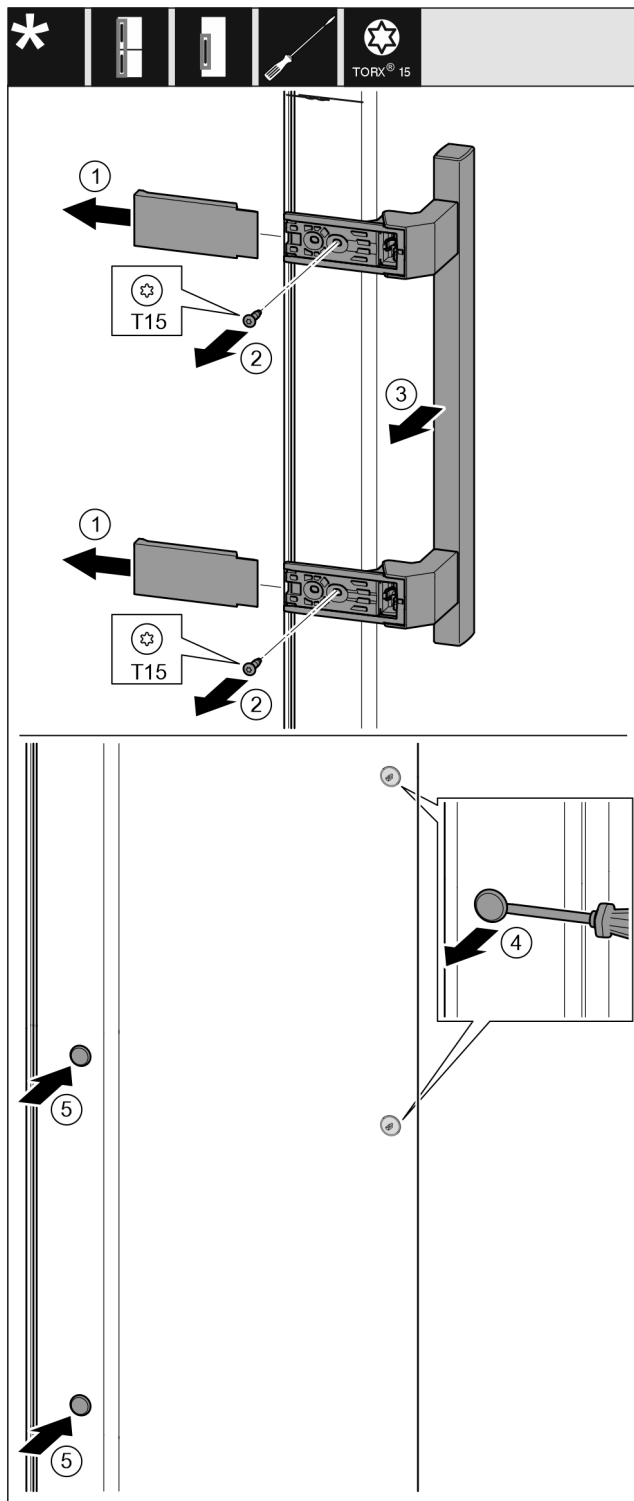

Fig. 13
- ▶ Свалете капака. Fig. 13 (1)
- ▶ Отвийте винтовете с отвертка T15. Fig. 13 (2)
- ▶ Свалете дръжката. Fig. 13 (3)
- ▶ С плоска отвертка внимателно повдигнете страничната тапа и я извадете. Fig. 13 (4)
- ▶ Отново поставете тапата от другата страна. Fig. 13 (5)